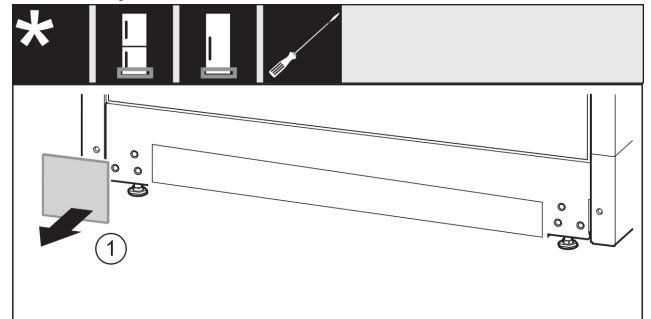

Fig. 16
- ▶ Skinite poklopac Fig. 16 (1).